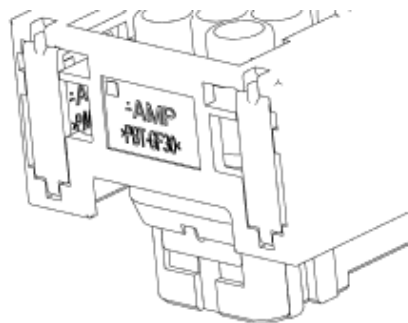

Fig. 17
- 注意** スライド位置に注意して下さい。弊社出荷時のスライド位置にて、取付け作業をして下さい。レバーアセンブリの弊社出荷形態は Fig.17 を参照願います。